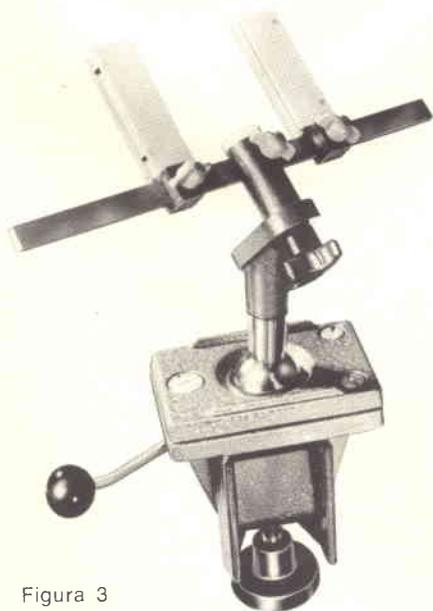

Figura 3
**Figura 3** illustra la combinazione Spannfix con il porta-circuito stampato regolabile. I bracci verticali hanno una molla a foglia per il montaggio e lo smontaggio rapido del lavoro. (Vi è illustrato anche l'adattatore di posizionamento).